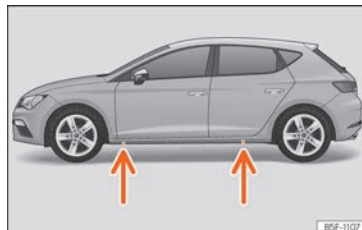

Fig. 40 Puntos de apoyo del gato.
- Busque en el larguero la marca del punto de apoyo del gato [zona hundida] más cercano a la rueda a cambiar »» fig. 40.